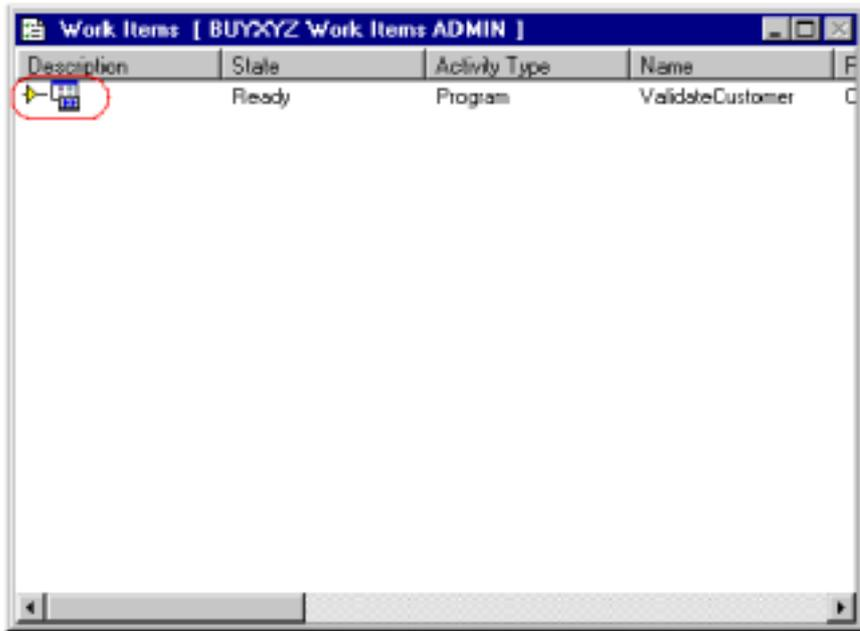

图 4-45 有效客户工作项目
6. 右键单击描述性标题(Description header)下的活动图标 (如图 4-45 圈示) 并选择启动(Start)。连接该活动的程序 `fmcnshow` 将启动。其主窗口如图 4-46 所示。